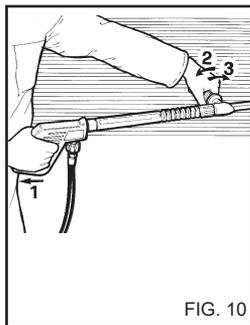

FIG. 10
**ИСПОЛЬЗОВАНИЕ СДВОЕННОЙ НАСАДКИ** (рис. 10) (если имеется).